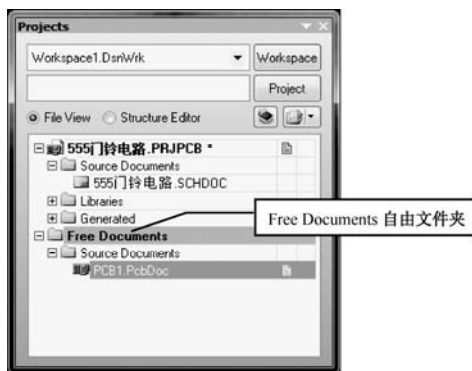

图 2-2-7 出现“Free Documents”自由文件夹
(3) 单击“Yes”按钮，在如图 2-2-7 所示的“Projects”工作面板上会自动出现“Free Documents”自由文件夹。